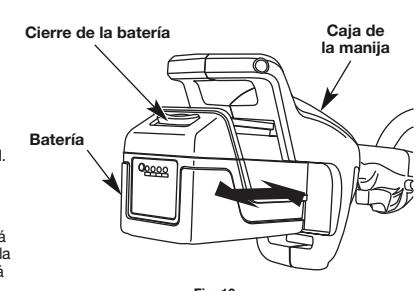

Fig. 10
1. Alinee la lengüeta de la batería con la cavidad en la empuñadura (Fig. 10).
1. Presione el botón de cierre de la batería y manténgalo oprimido (Fig. 10).
1. Ajuste la batería en la cavidad de la empuñadura (Fig. 10). Remítase a *Instalación de la batería*.